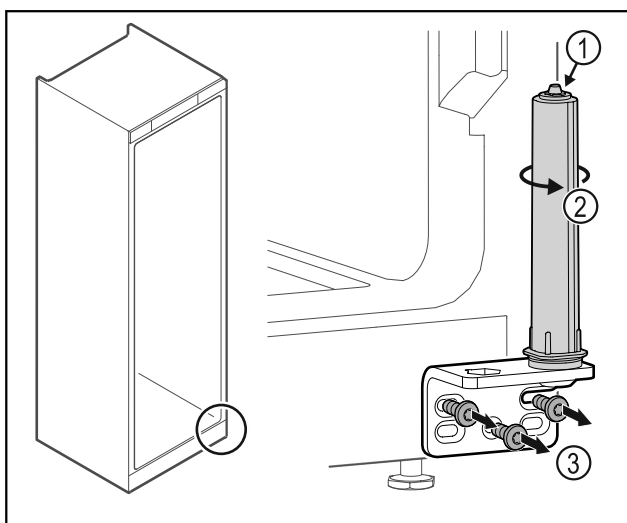

Fig. 33
- ▶ Ta inte isär dörrlåssystemet Fig. 33 (1).
- ▶ Vrid låssystemet Fig. 33 (2) tills det klickar.
- ▶ Skruva av gångjärnsfästet Fig. 33 (3).